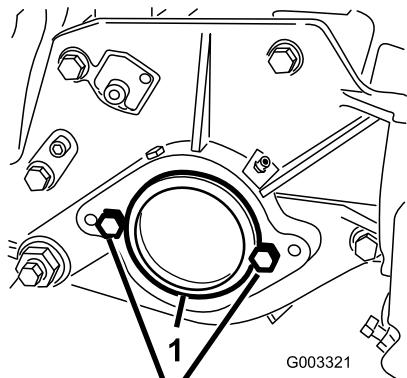

Figure 7
3. A l'extrême droite du plateau de coupe, retirez l'obturateur en plastique du logement de roulements (Figure 7).
4. Enlevez les 2 boulons de la plaque latérale droite (Figure 7).
1. Obturateur en plastique 2. Boulons (2)
6. Placez les 2 boulons de fixation du moteur de cylindre sur la plaque latérale gauche du plateau de coupe sans les serrer (Figure 7).